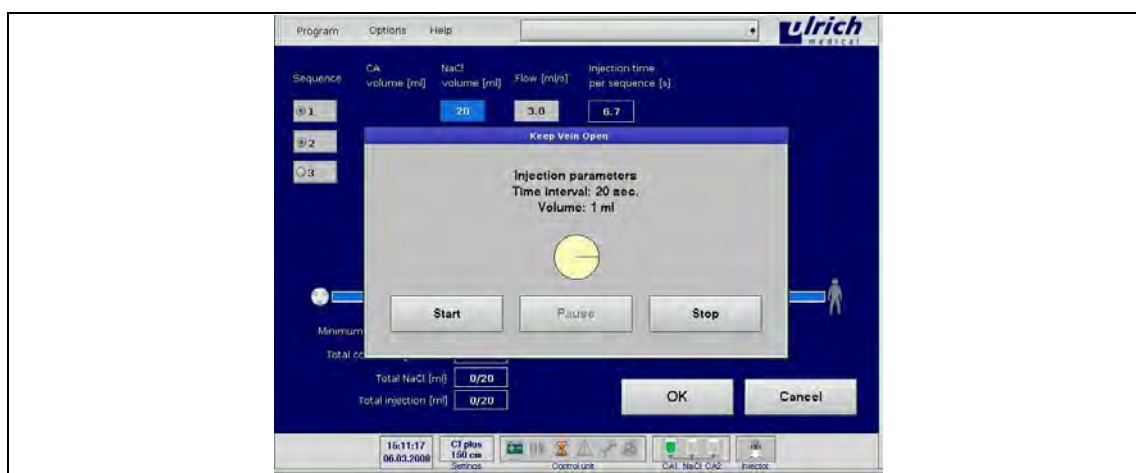

Рис. 63: Функция Keep-Vein-Open
2. Проверить трубку и при необх. подтвердить нажатием **Yes** (Да). Открывается окно функции Keep Vein Open (см. Рис. 63, стр. 78).